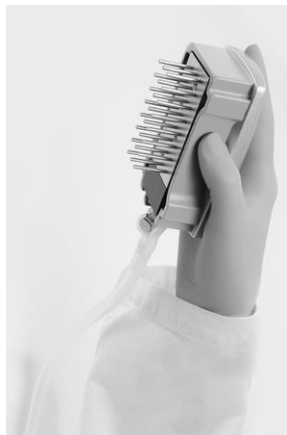

Bild 4. Bilden visar vakuumverktyget i mer än 90° lodrät lutning.
9. Lyft upp vakuumverktyget och luta det bakåt, mer än 90° lodrät lutning, i 5 sekunder så att vätskan rinner av filterproberna (bild 4).
- 14. Lyft upp vakuumverktyget och luta det bakåt, mer än 90° lodrät lutning, i 5 sekunder så att vätskan rinner av filterproberna (bild 4).**
- 15. Stäng verktygets vakuumbrytare (Off) och placera verktyget i parkeringsposition (P).**